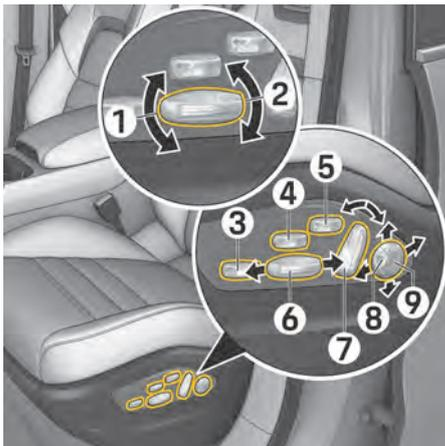

図. 64 フロントシートの電動調節
2. 運転席のコントロールを使って助手席シート位置を設定します (図. 64)。